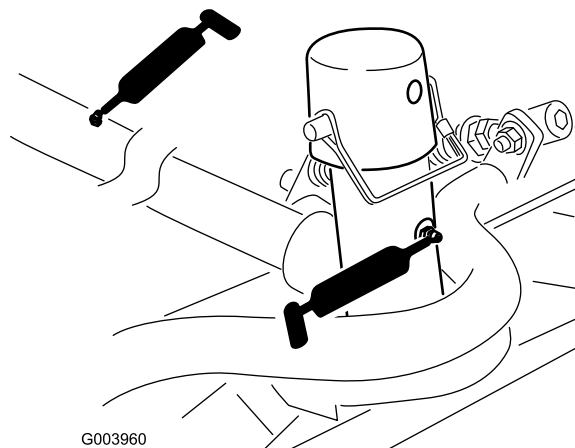

Figura 75
- Telaio portante e perno dell'apparato di taglio (2 cad.) (Figura 75)